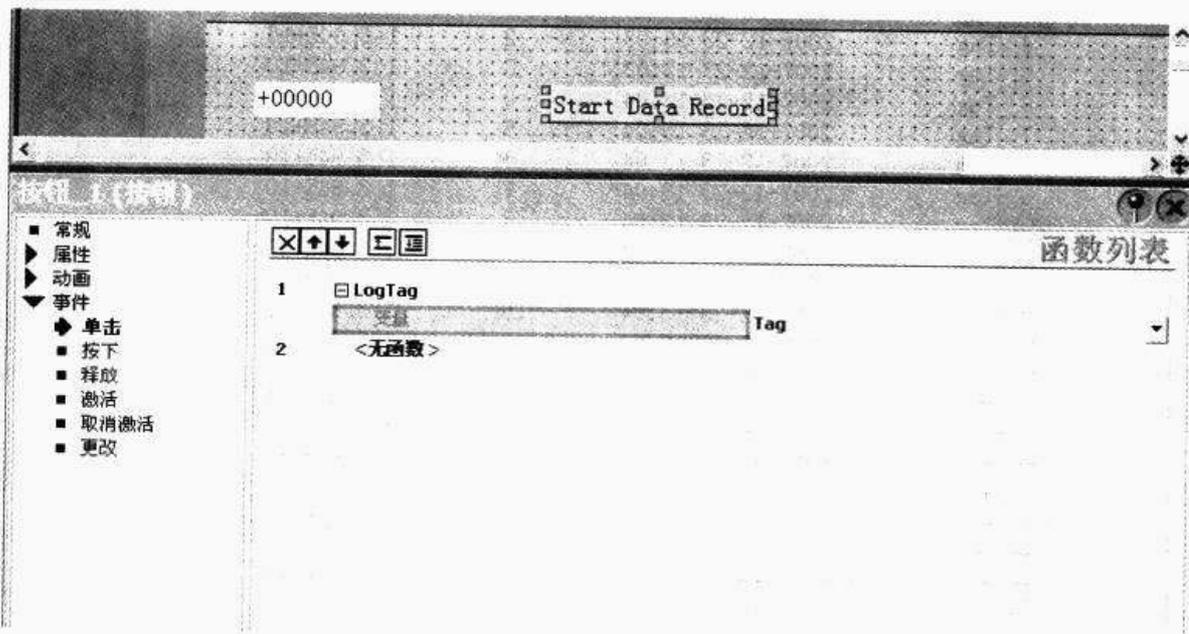

图 11-7 数据记录变量组态—根据命令触发
① 变化时:即该变量的过程值发生改变时,触发该数据记录。
② 根据命令:即只有特定的命令发出时,才触发该数据记录。例如,用户可以组态一个按钮,设置单击该按钮时调用“LogTag”系统函数,该函数的参数为需要触发数据记录的变量。则在运行时,只有单击该按钮,才触发数据记录,如图 11-7 所示。